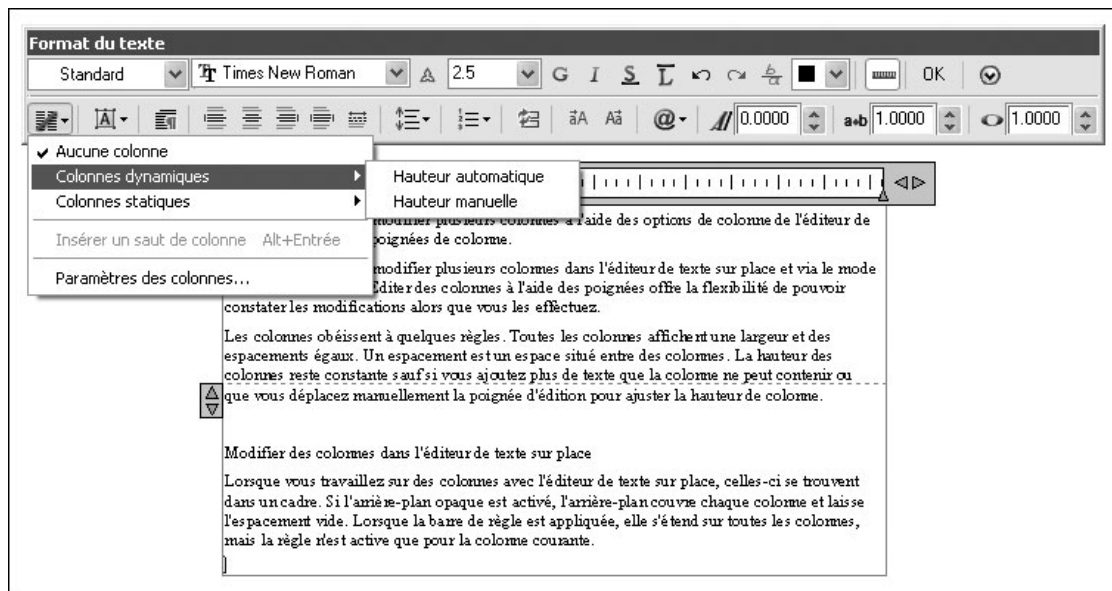
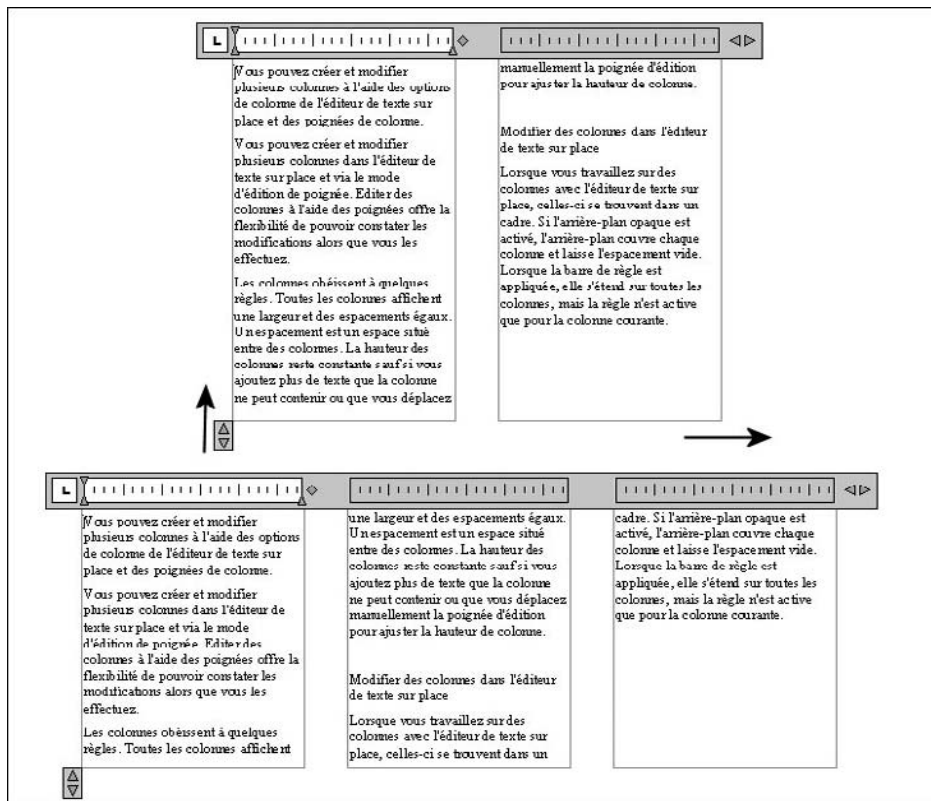
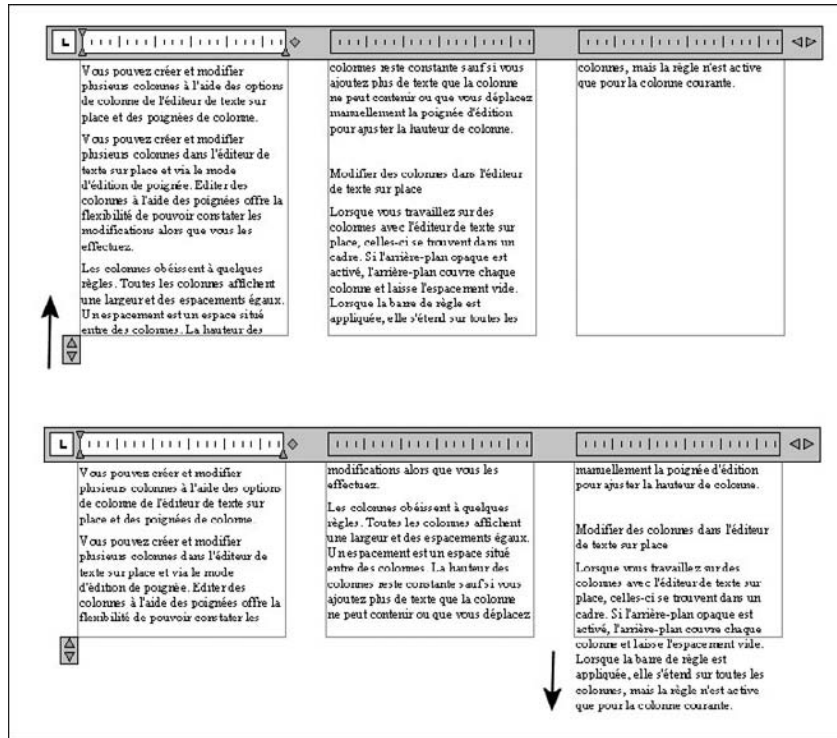

Fig.8.27
Fig.8.28
Fig.8.29
- 2 Dans l'éditeur de texte sur place, sélectionner une option et une sous-option de colonne dans la liste des colonnes. Vous pouvez choisir entre des colonnes dynamiques et statiques (fig.8.27). Les colonnes dynamiques modifient le nombre de colonnes en fonction de la taille du texte. Ainsi si l'on réduit la hauteur de la zone de texte, le nombre de colonnes augmente (fig.8.28). Les colonnes statiques spécifient le nombre de colonnes à utiliser. Ce nombre reste fixe même si la taille du texte est modifiée (fig.8.29).